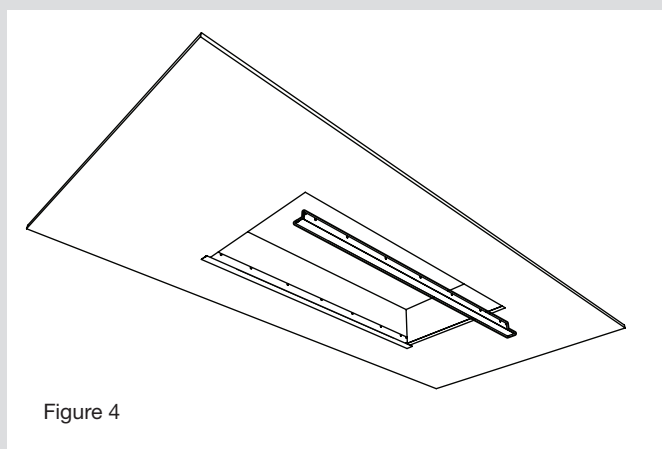

Figure 4
3. Visser les longerons dans le trou avec des vis No. 8 (non incluses). S'assurer que la lèvre épouse bien l'extérieur du trou (Fig.4).